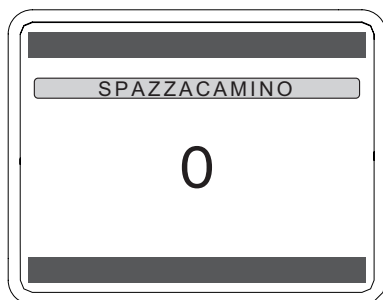

Figura 7.5
- Premere il tasto (✓) per confermare Figura 7.5.